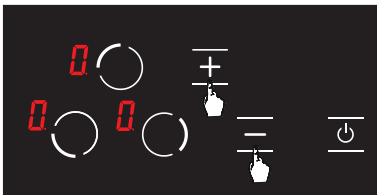

Abbildung 16
2. Bei allen Heizplatten wird die Temperatur mit den Tasten **+** und **-** auf die Stufe **0** gebracht. (siehe Abb. 16) Nach 20 Sekunden schaltet sich die Kochplatte automatisch aus.